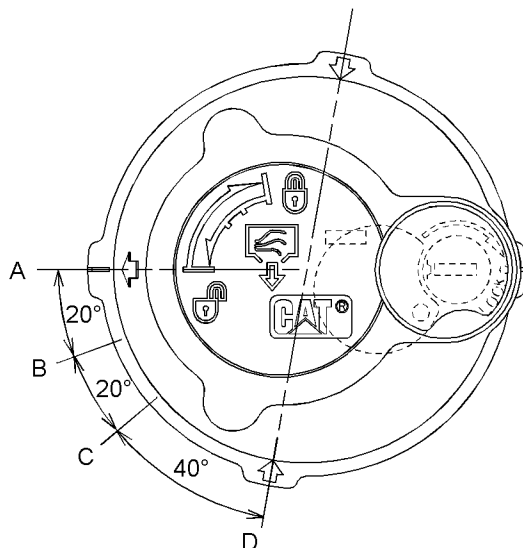

Fig. 419
- (A) Stillingen LÅS
- (B) Stillingen TRYKAFLASTNING - START
- (C) Stillingen TRYKAFLASTNING - SLUT
- (D) Stillingen ÅBN
6. Aflast det tryk, der kan findes i returhydraulikkredsløbet, ved hjælp af følgende procedure. Se fig. 419 for at få vist påfyldningsdækslets positioner.
- a. Drej påfyldningsdækslet i retning mod uret, uden at trykke ned på dækslet, og flyt pilen fra stilling (A) til stilling (B).
- b. Aflast trykket i mindst 45 sekunder ved at flytte pilen fra position (B) til position (C).
- c. Tryk ned på midten af påfyldningsdækslet. Flyt pilen fra stilling (C) til stilling (D) uden at vippe påfyldningsdækslet.
- e. Spænd påfyldningsdækslet fast på hydrauliktanken til position (A).